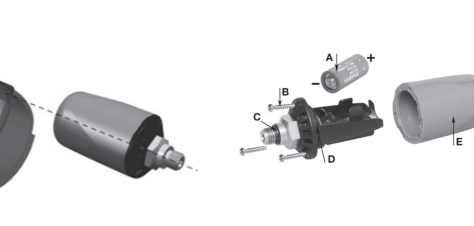

Fig. 2
- Schakel uw duikcomputer in en plaats deze zo, dat deze in contact met de zender staat en parallel aan de zender is (zie afb. 2).
- Accendere il computer e posizionarlo in modo tale che sia appoggiato alla sonda e parallelo ad essa (si veda la fig. 2)
- Mettez votre ordinateur de plongée en marche, et placez-le de manière à ce qu’il soit en contact avec l’émetteur, tout en lui étant parallèlement aligné (cf. fig. 2).